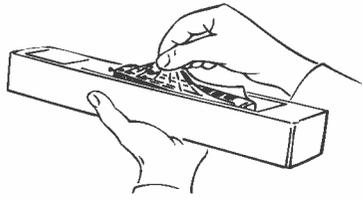
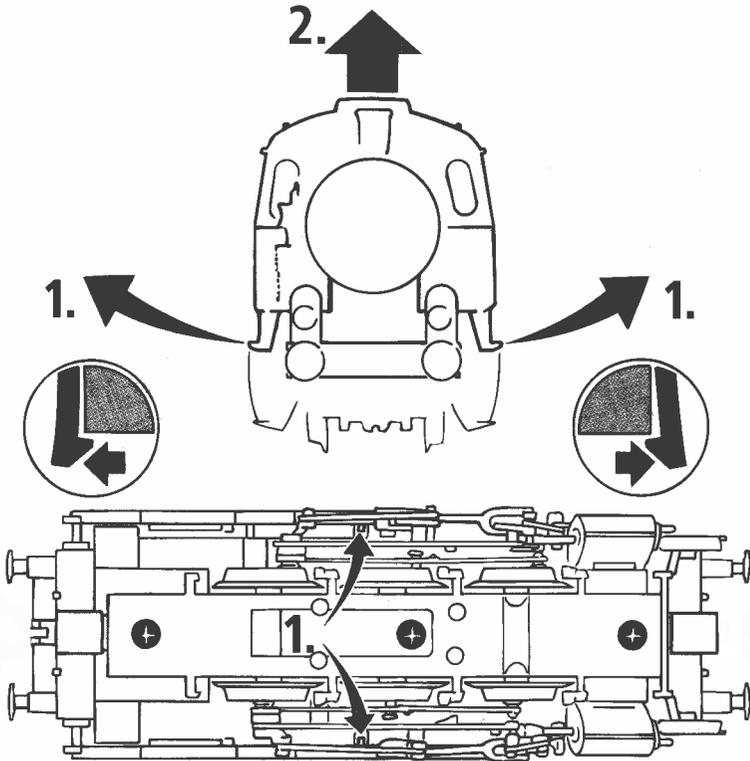

Fig. 2
Fig. 3
Zuerst das Lokgehäuse abnehmen (Fig. 2) Danach den Brückenstecker aus der Schnittstelle entfernen (diesen sorgsam aufbewahren). Zuletzt den Stecker des Decoders lagerichtig einsetzen (siehe Fig. 3).
**2. Schmierung:** Versehen Sie die im Schmierplan in Fig. 5 gekennzeichneten Stellen mit nur **kleinen Öltropfen**. Dazu zuerst das Lokgehäuse abnehmen (Fig. 2). Wir empfehlen den **ROCO Öler Art.-Nr. 10906**. Fürs Schmieren der Getriebeteile (Zahnräder, Schnecke) empfehlen wir das **ROCO-Spezialfett Art.-Nr. 10905**. Im Falle der Schmierung diese Teile **nicht ölen**.
**3. Motorwechsel:** Lokgehäuse abnehmen (Fig. 2). Danach wird der **Motor ausgebaut** (Fig. 6).
First remove loco body (fig. 2). Then remove the jumper from the interface. Finally put the plug of the decoder into the interface as shown in fig. 3.
**2. Lubrication:** Apply **tiny oil drops** to spots marked in fig. 5. Prior to lubrication dismantle the loco body (fig. 2). We recommend using item no. **10906, ROCO oiler**. For lubrication the gearparts (e.g. cogwheels, worm) we would recommend our ROCO **special grease** (item no. **10905**).
**3. Motor Changing:** First remove loco body (fig. 2), and then the motor (fig. 6).
**Exploitation en télécommande multi-trains:** Veuillez démonter d'abord la caisse (fig. 2). Enlevez ensuite la fiche de shuntage de l'interface (à conserver!) et enfichez finalement la fiche de décodeur aux prises de l'interface. Veillez à la position correcte de la fiche .
**2. Graissage:** N'appliquez **qu'une tout petite goutte** aux endroits indiqués par le plan de graissage (fig. 5) après avoir démonté la caisse du locomotive (fig. 2). Nous vous recommandons **le graisseur à huile ROCO réf. 10906**. Pour graisser les engrenages (roues dentées, vis sans fin) nous vous conseillons la **graisse spéciale ROCO réf. 10905** pour engrenages en matières synthétiques. Lorsque vous utilisez cette graisse il faut éviter d'huiler ces composants.
**6. Remplacement du moteur:** Démontez la caisse (voir fig. 2). Sortez ensuite le moteur de son longement (voir fig. 6).
1. } **Fig.3**